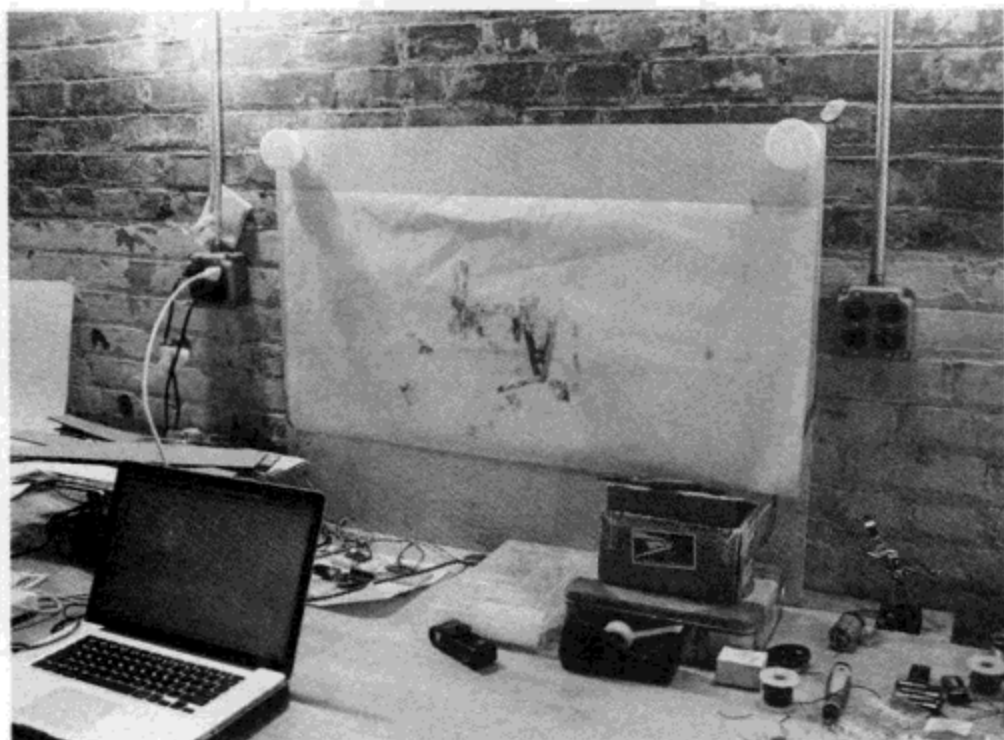

图10.24 装在纤维板顶部两个角上的电机
(11) 试着盖住光敏电阻:
- ① 盖住上边的光敏电阻, 左电机逆时针转, 右电机顺时针转;
- ② 盖住下边的光敏电阻, 左电机顺时针转, 右电机逆时针转;
- ③ 盖住左边的光敏电阻, 两个电机都逆时针转;
- ④ 盖住右边的光敏电阻, 两个电机都顺时针转。
(12) 拿出纤维板, 戴上防护镜。SparkFun 上的步进电机数据表表明, 电机的安装孔是间距为 31 mm 的正方形, 电机轴在正方形的中心。用铅笔在板子的角上标出电机轴的转角, 以电机轴所在的位置为中心, 进行测量, 并用铅笔标出边长为 31 mm 的正方形的顶点。安装好的电机应如图 10.24 所示。